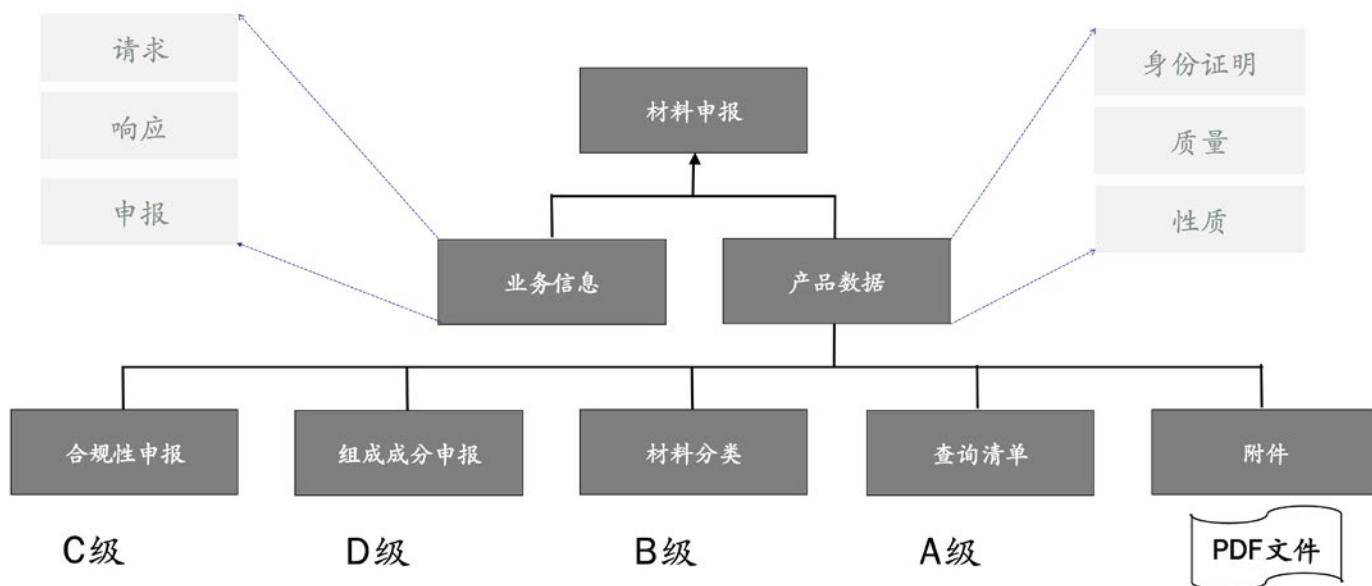

图 8：IEC 62474 标准第 2 版的新结构
- IEC 62474 标准还具备使用查询清单的功能（图 8）；